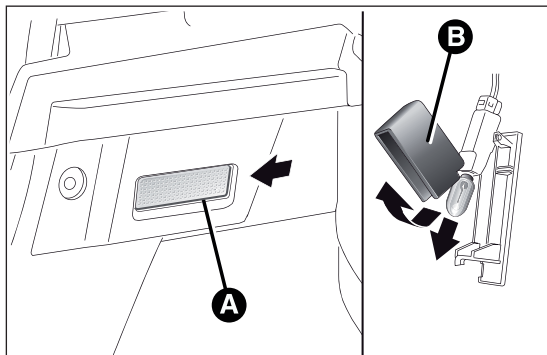

fig. 138
- ☐ abrir el maletero y extraer el plafón A fig. 138 actuando en el punto que indica la flecha;